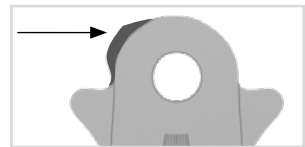
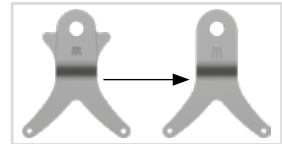

fig. 30
fig. 32
Si vous n'avez pas besoin des options de transformation, vous pouvez limer complètement les ergots au niveau de la ligne verticale (fig. 32).
- 1 Limez l'étrier de pied modulaire le long du repère laser (fig. 30).
- 1 Limez l'étrier de pied modulaire de la **NEURO CLASSIC-SWING** le long du repère laser (fig. 30). Dans le cas de l'étrier de pied modulaire de la **NEURO SWING-CLASSIC**, vous pouvez limer complètement les ergots au niveau des repères laser verticaux (fig. 32). Cela n'a toutefois qu'un but esthétique : la fonction est assurée même sans limage des ergots.